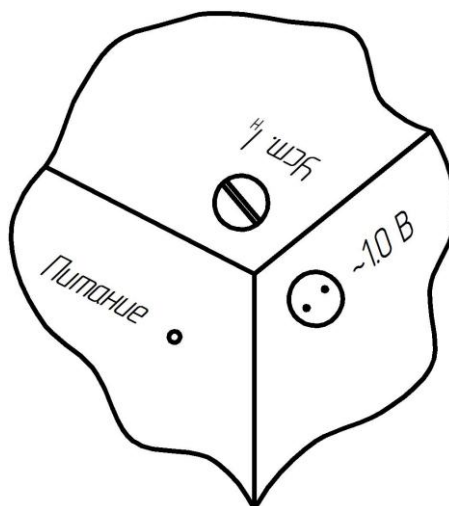

Рисунок 4.3 – Схема установки токовой защиты в пускателе
4.3.2 Настройку уставки токовой защиты в пускателе для защиты асинхронного электродвигателя от перегрузки производить по приложению Г. Перевести переключатель S1 в положение 1 и с помощью потенциометра "Уст. I_n " (рис. 4.3) установить на контрольных точках " ~ 1.0 В" значение напряжения $1 \text{ В} \pm 10 \%$. Перевести переключатель S1 в положение 3, выходной орган механизма должен изменить направление вращения. Отключение двигателя следует контролировать по наличию напряжения, измеренному вольтметром PV, или по шуму механизма.